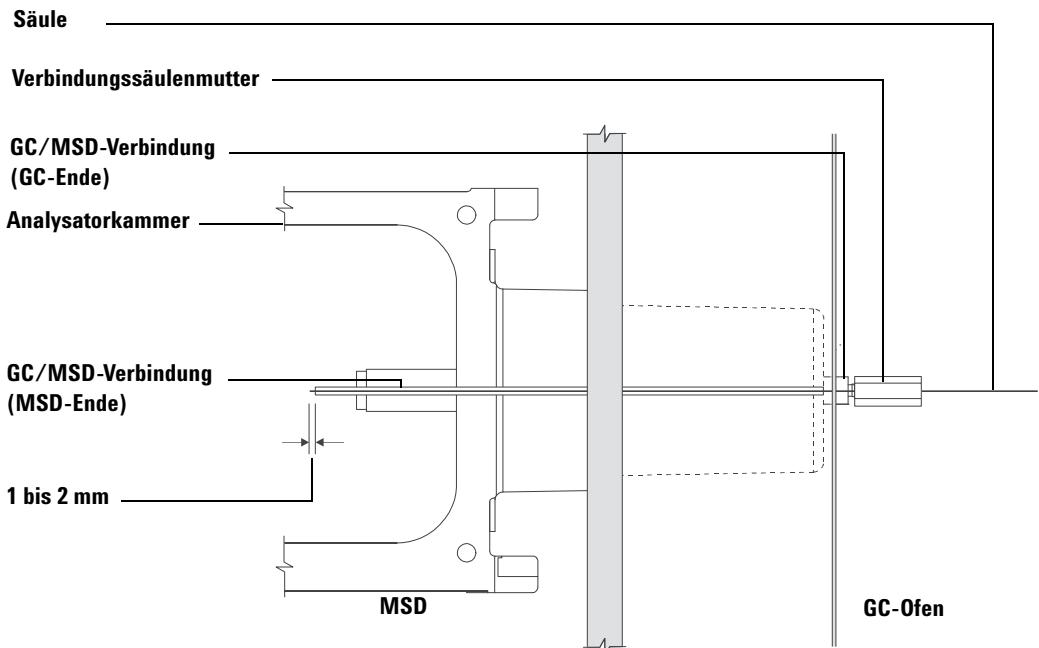

Abb. 9 Installieren einer Kapillarsäule in der GC/MSD-Verbindung
- 5 Schieben Sie die Säule in die GC/MSD-Verbindung (Abb. 9), bis Sie diese über die Analysatorkammer herausziehen können.